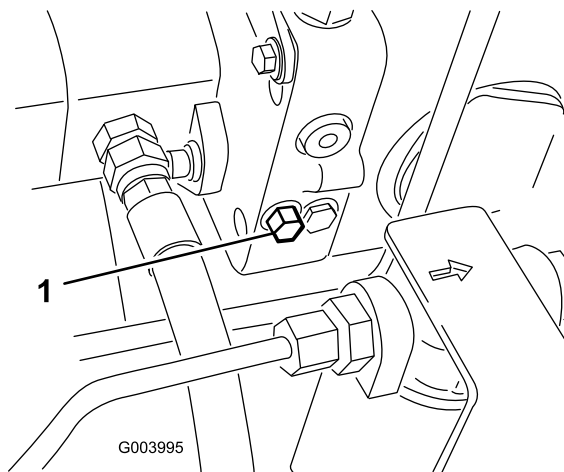

Figura 40
1. La valvola di bypass è situata sul lato sinistro dell'idrostat (Figura 40). Fate ruotare di un giro e mezzo il bullone per aprire e lasciare bypassare l'olio all'interno. Dal momento che il fluido viene bypassato, potete spostare lentamente la macchina senza danneggiare la trasmissione.